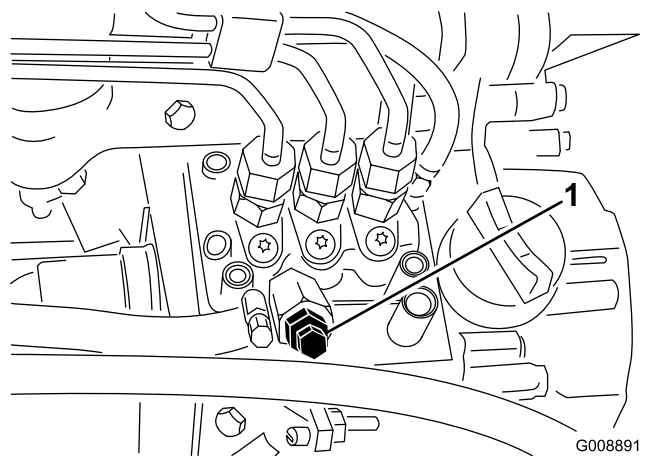

Рисунок 37
4. Выверните продувочный винт насоса для впрыска топлива (Рисунок 37).